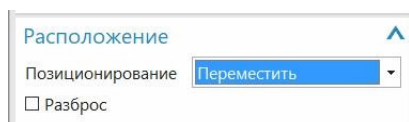
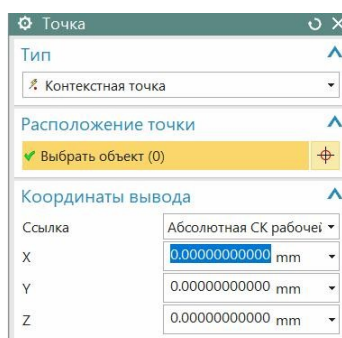
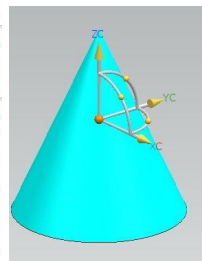

Рис.17
рис.18
рис.19
- Как только вы указали эту опцию (рис.17), и кликнули по кнопке ОК в окне «*Добавить компонент*», система тут же предоставит известное диалоговое окно «**Точка**» (рис.18). Вы указываете нужную точку в *рабочем поле*, и система помещает туда включаемую деталь (рис. 19). Причем, *абсолютная СК детали* точно разместится в указанной точке.